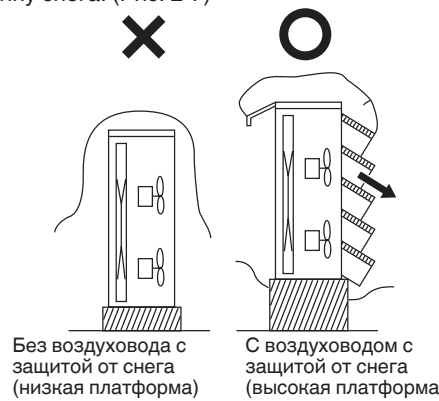

Рис. 2-7
- Высота платформы должна превышать максимальную глубину снега. (Рис. 2-7)